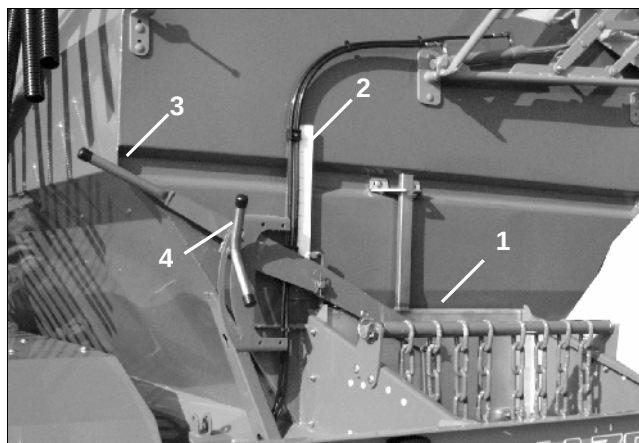

Fig. 28
- **doseur principal** (Fig. 28/1):
Le doseur principal se règle à l'aide d'une manivelle (Fig. 28/3).
La manivelle (Fig. 28/3) ist mit einer Klemmschraube (Fig. 28/4) qu'il faut desserrer avant chaque modification puis bien resserrer ensuite. La position du doseur (Fig. 28/1) est indiquée sur l'échelle (Fig. 28/2).